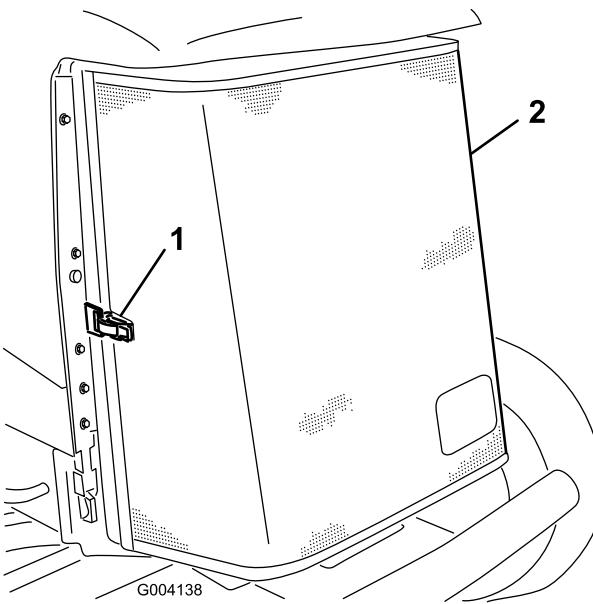

Figure 49
3. Déverrouillez l'attache et ouvrez la grille arrière (Figure 49).